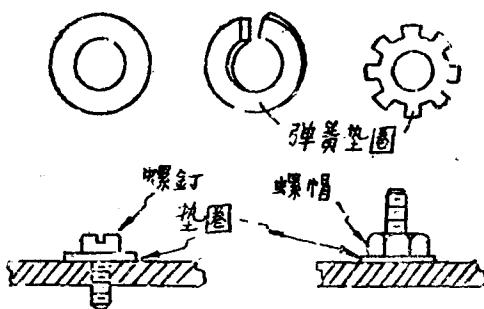

图4 垫圈
2. 垫圈——在螺釘或螺帽底下垫上垫圈（图4），能經常給螺釘（螺帽）一个張力，使螺紋始終处于紧固状态，防止松动。在装卸仪器时，切勿將垫圈随意丢棄，以免影响仪器的紧固。